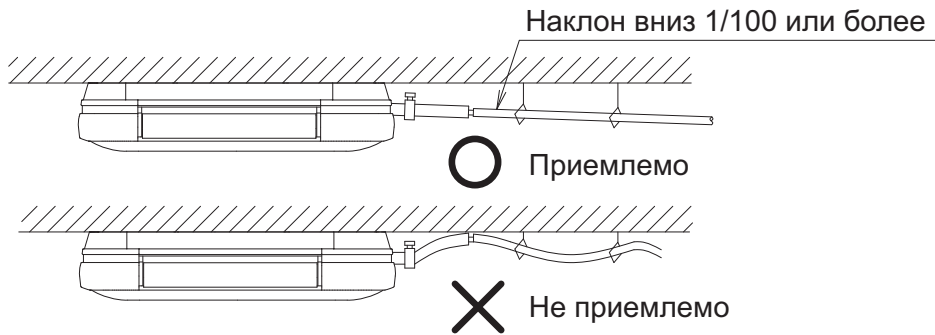

Рис. 28
- Установите как можно более короткий трубопровод с наклоном вниз 1/100 или более и без мест, где может застаиваться воздух. (См. рис. 28)